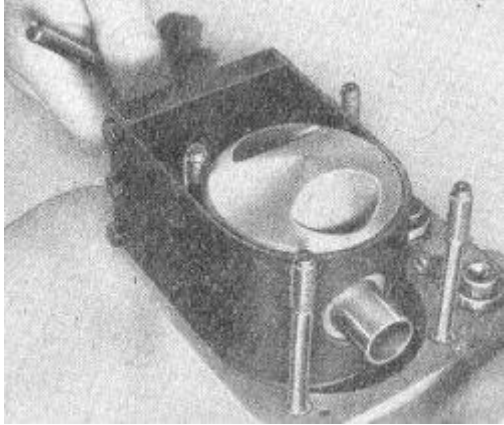

Bild 56. Kolbenbolzen ausdrücken
2. Kolbenbolzen mittels Ausdrückvorrichtung herausdrücken (**Bild 56**). Herausschlagen des Bolzens mittels Hammers und Durchschlags ist zu vermeiden, da sich dabei der Kolben verzieht und für die weitere Verwendung unbrauchbar wird. Außerdem kann beim Herausschlagen leicht das Pleuel verbogen werden.